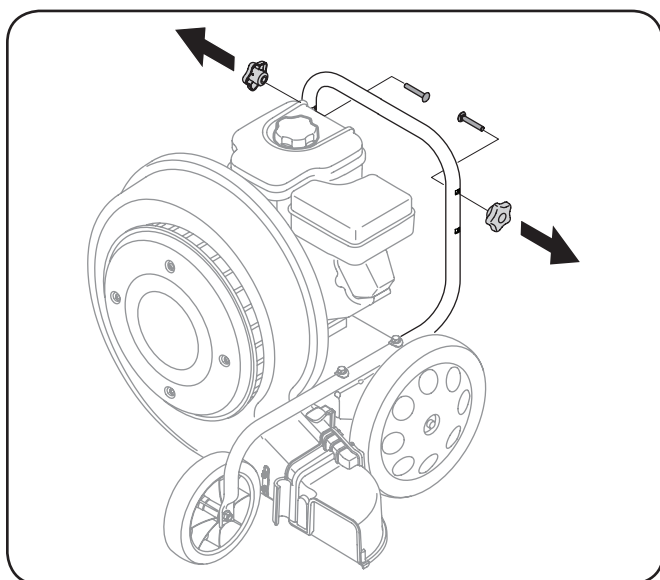

Figura 3-1
1. Extraiga los tornillos del carro y las perillas en estrella de los orificios superiores de la barra de control inferior. Vea la Figura 3-1.